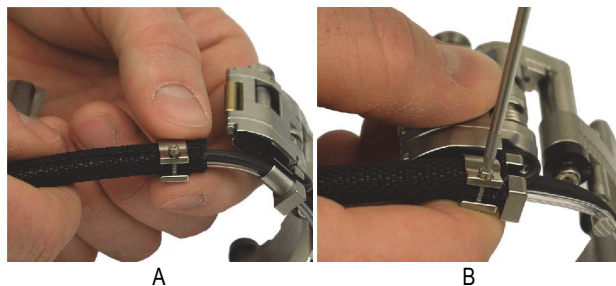

Figura 2-3 Instalar a capa protetora
3. Instale a capa protetora da seguinte maneira (veja Figura 2-3 na página 35):